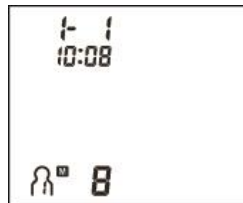

Figura 7
- a. En el modo de espera, presione el botón "MEM". El monitor mostrará el símbolo de usuario actual y la memoria total en el área de memoria de usuario (Figura 7).